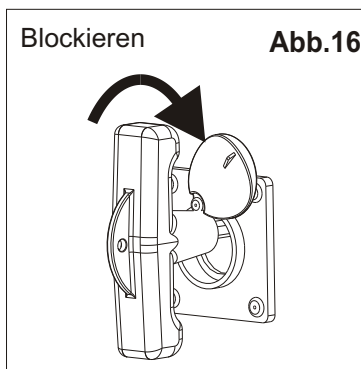

Abb.16
N.B.: Bevor dieser Arbeitsvorgang durchgeführt wird, muss das Untersetzungsgetriebe entriegelt werden, siehe Abb. 16.